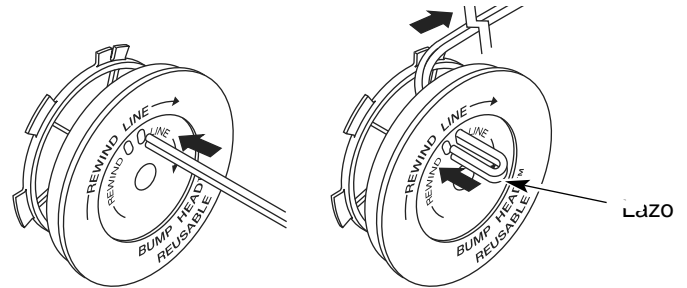

Fig. 18
8. Tome aproximadamente 10 pies (3 m) de nueva l'nea de corte. Inserte un extremo de la l'nea a trav s de uno de los orificios del carrete interior (Fig. 18). Pase la l'nea a trav s del carrete interior hasta que queden s—lo 4 pulgadas fuera.
9. Inserte el extremo de la l'nea en el orificio abierto del carrete interior y tire de la l'nea en forma ajustada a fin de que el lazo sea lo m s peque o posible (Fig. 18).